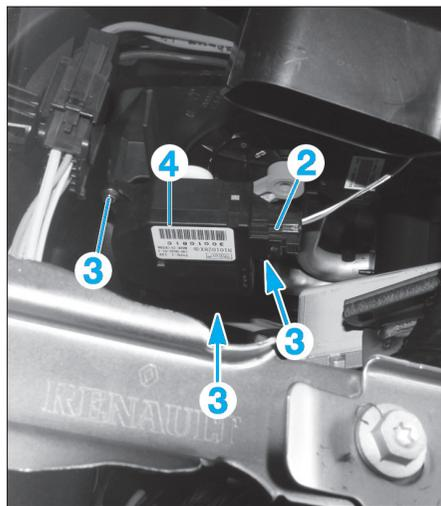

Fig. 26
- Débrancher le connecteur (2) (Fig.26).
- Déposer les vis (3).
- Retirer le moteur du volet de recyclage d'air (4).